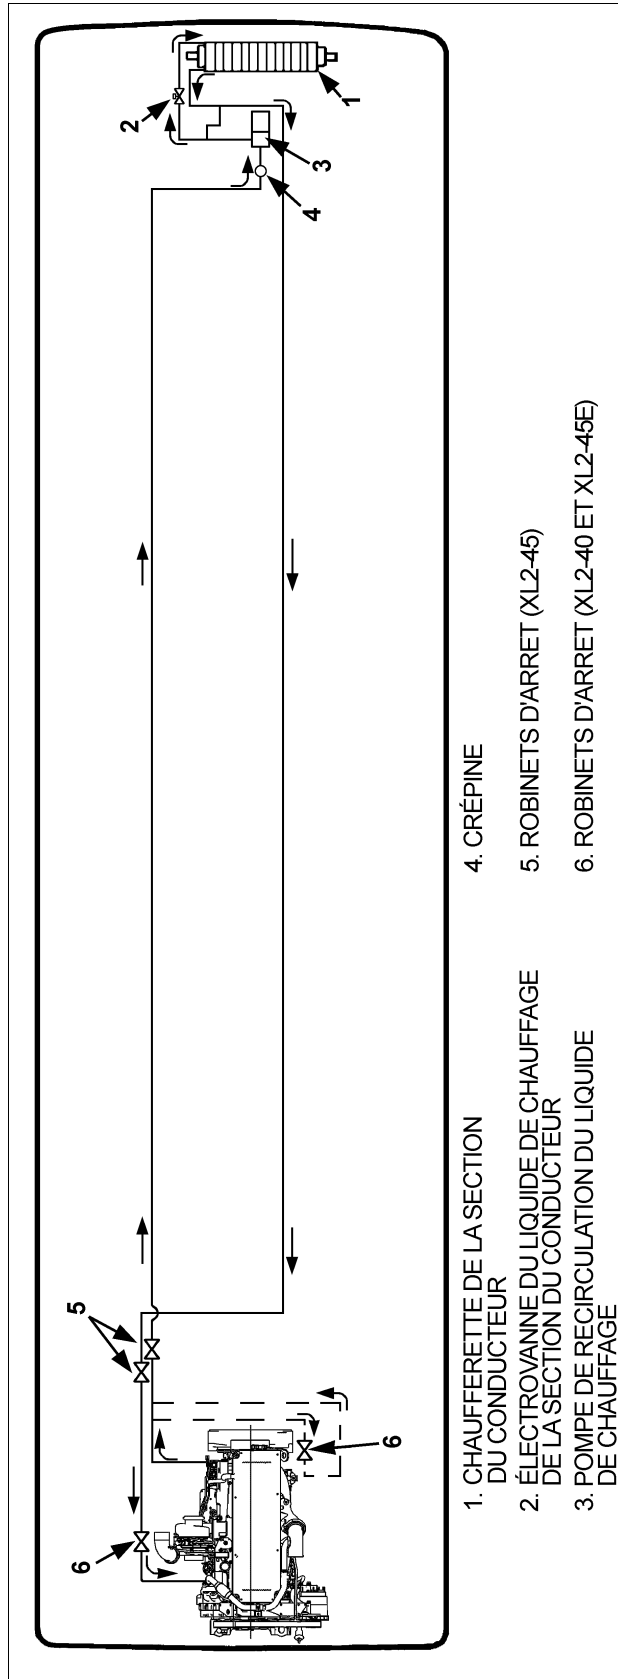

FIGURE 1
1. Fermer les 2 robinets d'arrêt du liquide de refroidissement (articles 5 et 6, figure 1).